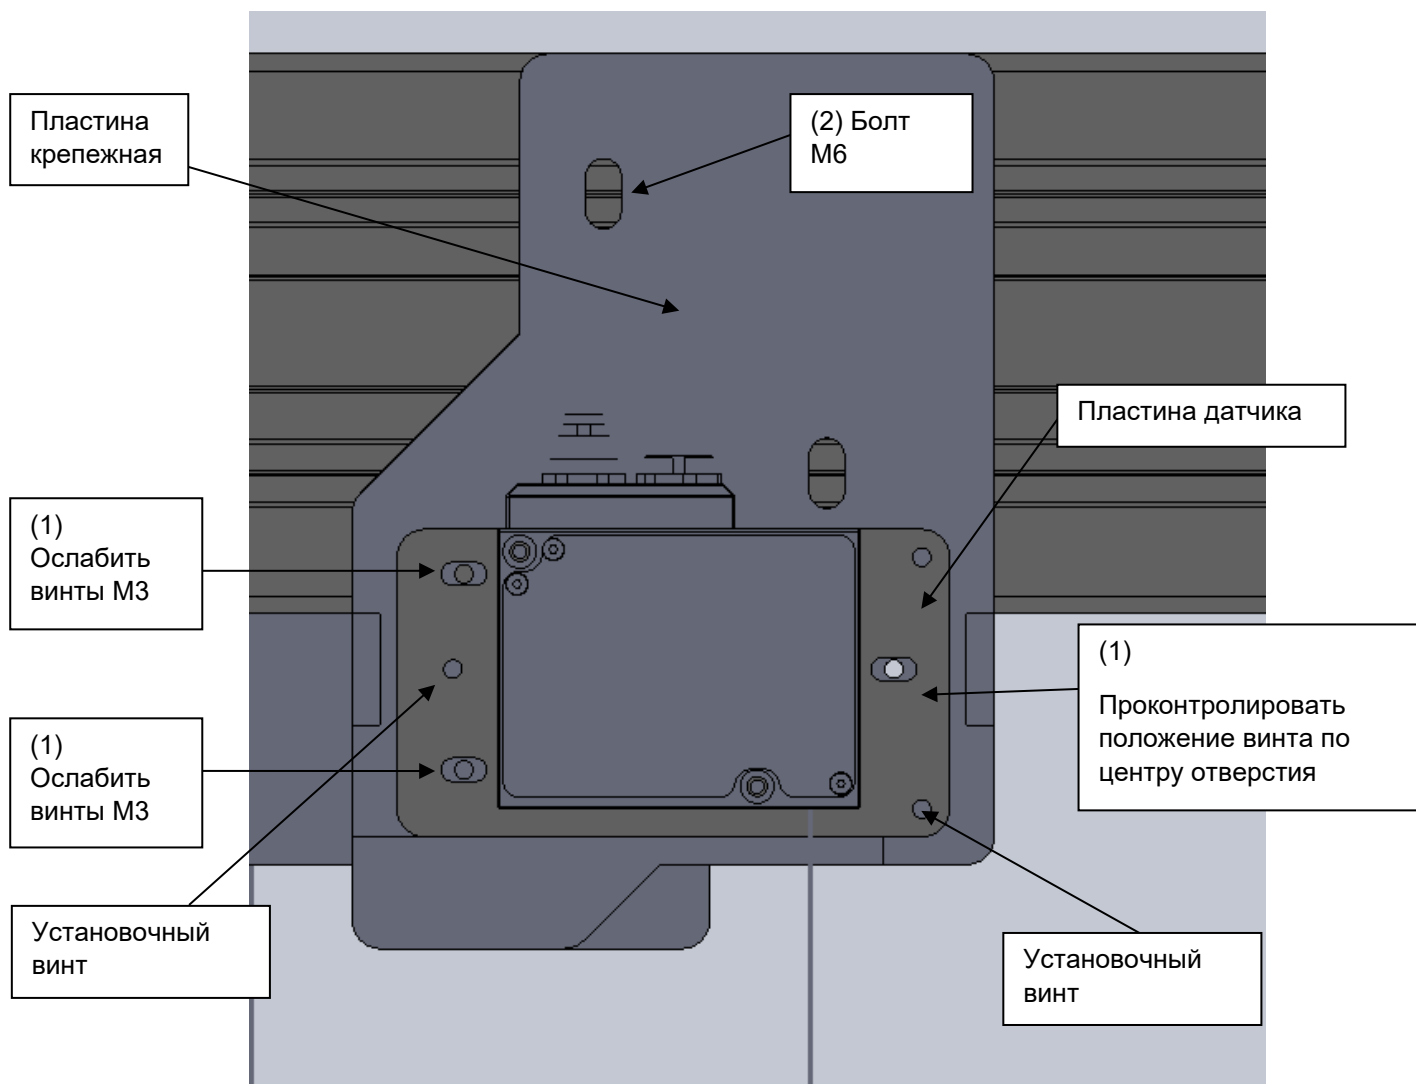

Рис.31 – Подготовка датчика к регулировке
Для этого сначала (1) ослабляются крепежные винты пластины датчика М3, и пластина выставляется таким образом, чтобы крепежные винты были по центру отверстия (см. рис. 31) – таким образом на дальнейших шагах будет возможно регулировать положение датчика в ту или другую сторону. Установочные винты ослабляются равно настолько, чтобы пластина датчика на них имела минимальный люфт и при этом могла регулировать свое положение. Эта операция производится на всех датчиках.